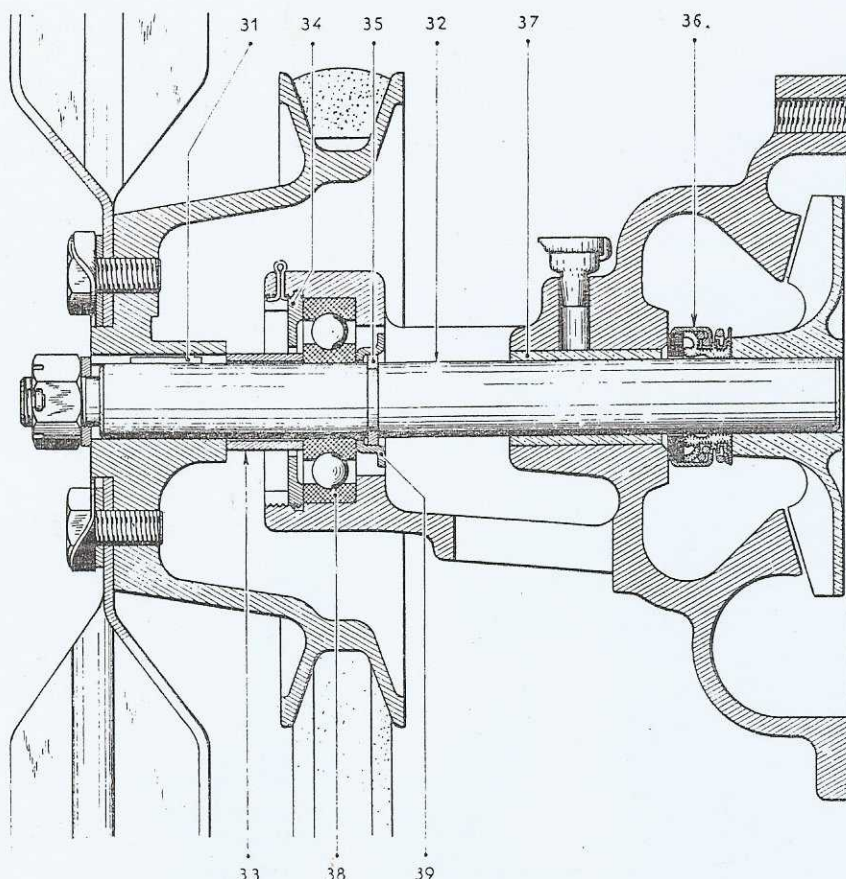

Fig. 3. — Vue en coupe de la pompe à eau
- Démontez les pales du ventilateur ; démontez la poulie (elle sort facilement), dégager l'entretoise (33) (fig. 3) et la clavette (31) de l'arbre (32).
- Dégager l'entretoise (33), démontez la plaque d'appui de pompe.
- Déposer l'écrou crénelé (34), dégager l'arbre de pompe à mi-course, en frappant sur l'extrémité à l'aide d'un maillet, dégager les segments d'arrêt (35) du roulement et sortir l'arbre complètement.
- Dégager la bague d'étanchéité (36) de l'arbre, chasser la bague (37) du corps de pompe, à l'aide d'un mandrin
- Sur les moteurs sortis depuis septembre 1950, la bague (37) (fig. 3) du corps de pompe est en bronze poreux; avant le montage, faire tremper cette bague pendant 24 heures dans un bain
- Monter la bague (37) dans le corps de pompe, à l'aide d'un mandrin épaulé.
- Placer la bague d'étanchéité (36) sur l'arbre de pompe, en respectant son orientation (fig. 3) huiler l'arbre pour l'engager dans la bague.
- Mettre en place les segments d'arrêt (35) sur l'arbre et la tôle de retenue (39). Monter le roulement (38), serrer l'écrou crénelé (34) à 3 m.kg et le goupiller.
- Mettre en place l'entretoise (33), placer dans son logement la clavette (31) monter la poulie, serrer l'écrou à 4 m.kg et le goupiller.